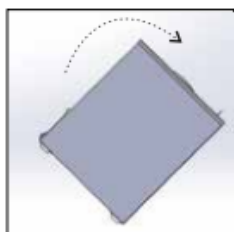

Fig. 2
- Déplacez votre produit à la position sur la Figure 2. Ensuite, installez les deux roues au freinage qui se trouvent sur la boîte de roue comme on a démontré sur la figure 4 à l'arrière du refroidisseur, en assurant que les centres de trou soient à la même ligne en installant à la fente qui se trouve sous le refroidisseur la roue avant. Ensuite, passez votre épingle en forme de U dans les trous. Assurez sa stabilité en installant les cales de broche.